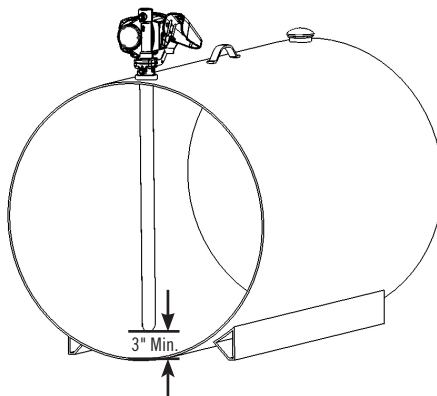

Figura 1
1. Rosque la tubería de 1-1/4 pulg. en el adaptador del tanque. Selle las roscas para impermeabilizarlas con un sellador apropiado (Figura 1).